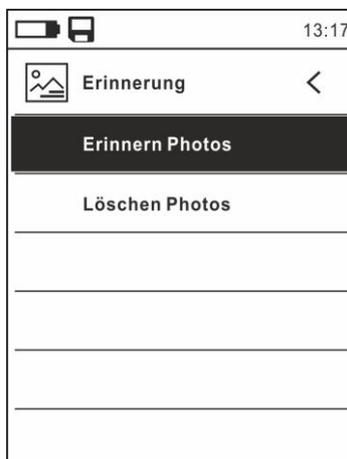

Abb. 15: Menü Erinnerung
31. Benutzen Sie die Tasten ▲ oder ▼ und die Tasten ≡ oder ► zur Auswahl der Option "Löschen Photo" (siehe Abb. 15). Die folgende Bildschirmseite erscheint im Display: